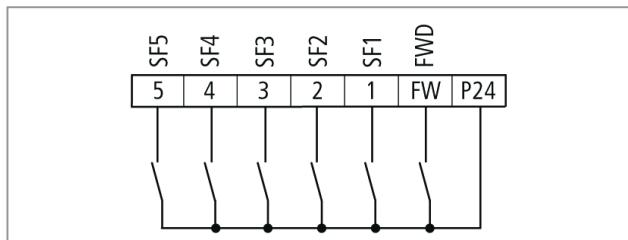

Рис. 56 Цифровые входы 1÷5 с предписанными функциями SF1 до SF5 (выбор битов фиксированных частот)
- Активируйте функции SF1÷SF7 предписанных цифровым входам, чтобы их комбинация указывала соответствующую фиксир. частоту согласно рис. 56.